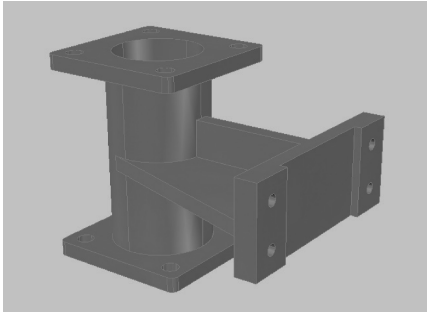

图 10-26 三维对象渲染练习
- 5) 利用本章所学内容为前面练习中所绘制的“法兰支撑架”三维对象添加材质，并进行渲染，结果如图 10-26 所示。